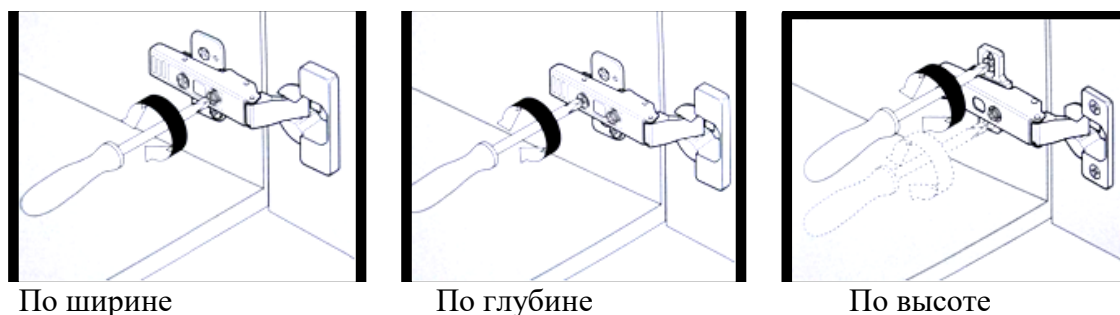

Рис. 24
- произвести регулировку дверей по глубине, ширине и высоте (Рис. 24);